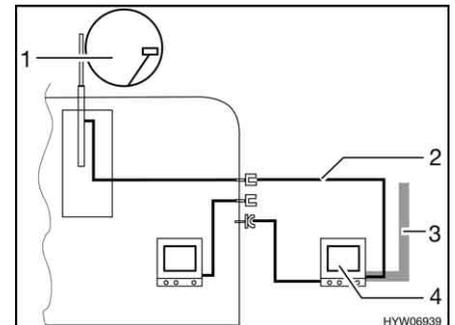

Fig. 119 TV en el área bajo el toldo
- TV en el área bajo el toldo (Fig. 119,4): Conexión a la antena del techo (Fig. 119,1) con el cable de conexión (Fig. 119,2)
- TV en el área bajo el toldo (Fig. 119,4): Conexión a antena externa (Fig. 119,3)